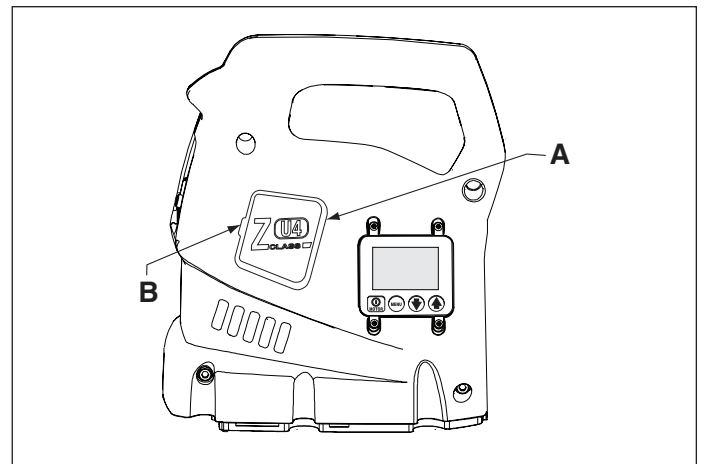

Figura 8, Cómo quitar la caperuza del cepillo
2. Quite las caperuzas del cepillo (A) desviando el seguro de la caperuza del cepillo (B) y haciendo suavemente palanca hacia fuera. Véase la figura 8.